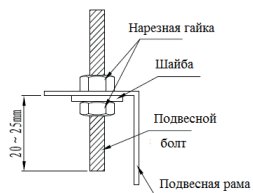

Рис.15
- Подвесная рама навешивается на подвесной болт (см.Рис.15)